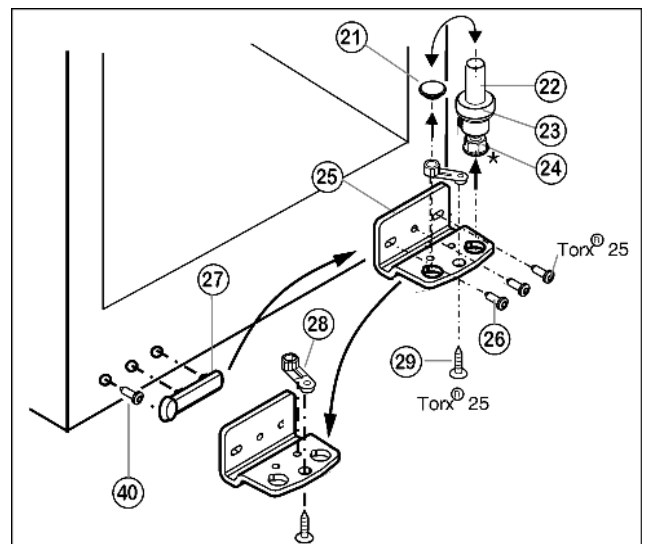

Fig. 5
- Lagerbolzen Fig. 5 (22) komplett, mit Scheibe Fig. 5 (23) und Stellfuß* Fig. 5 (24) nach oben herausziehen.
- Stopfen Fig. 5 (21) abheben.
- Lagerbock Fig. 5 (25) abschrauben Fig. 5 (26).
- Lagerteil Fig. 5 (28) abschrauben Fig. 5 (29) und in das gegenüberliegende Aufnahmeloch des Lagerbocks umsetzen, wieder festschrauben.
- ▶ Griffseitige Abdeckung *Fig. 5 (27)* vorsichtig abheben, Schraube *Fig. 5 (40)* herausdrehen und beides auf die Gegenseite umsetzen.
- ▶ Lagerbock *Fig. 5 (25)* auf der neuen Scharnierseite ggf. mit Hilfe eines Akkuschraubers **fest (mit 4 Nm)** wieder anschrauben.
- ▶ Stopfen *Fig. 5 (21)* in das andere Loch wieder einsetzen.
- ▶ Lagerbolzen *Fig. 5 (22)* komplett, mit Scheibe und Stellfuß*, wieder einsetzen. Dabei darauf achten, dass der Rastnocken nach hinten zeigt.
- ▶ Stopfen (33) aus der Türlagerbuchse herausheben und umsetzen.
- ▶ Türgriff (32), Stopfen (33) und Druckplatten* (34) abmontieren und auf die Gegenseite umsetzen.
- ▶ Tür von oben auf Lagerbolzen unten *Fig. 5 (22)* aufsetzen.
- ▶ Oberen Lagerbock (12) auf der neuen Scharnierseite in die Tür einsetzen.
- ▶ Oberen Lagerbock (12) **fest (mit 4 Nm)** anschrauben (2 mal Torx® 25) (13). Schraublöcher evtl. vorstechen oder Akkuschrauber verwenden.
- ▶ Abdeckung (10) und Abdeckung (11) jeweils auf der Gegenseite aufrasten.
- ▶ Die Tür evtl. über die beiden Langlöcher im Lagerbock unten *Fig. 5 (25)* fluchtend zum Gerätegehäuse ausrichten. Dazu mittlere Schraube herausdrehen.